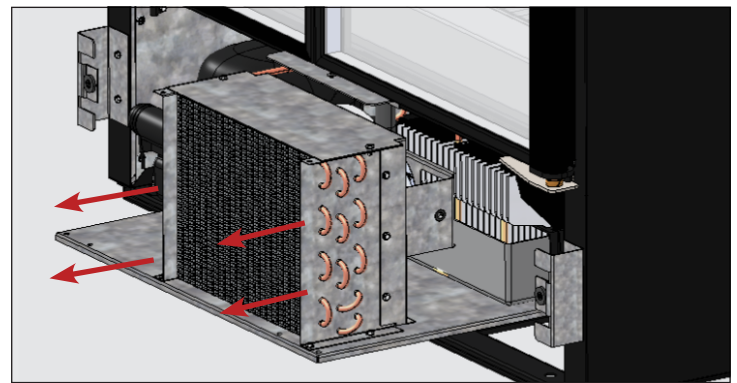

Fig. 6. Deslice con cuidado la unidad de condensación hacia afuera.
7. Deslice con cuidado la unidad de condensación hacia fuera (las conexiones de los tubos son flexibles). Véase la fig. 6. Aplique ligeramente aire comprimido o CO₂ a través del serpentín hasta que esté limpio.